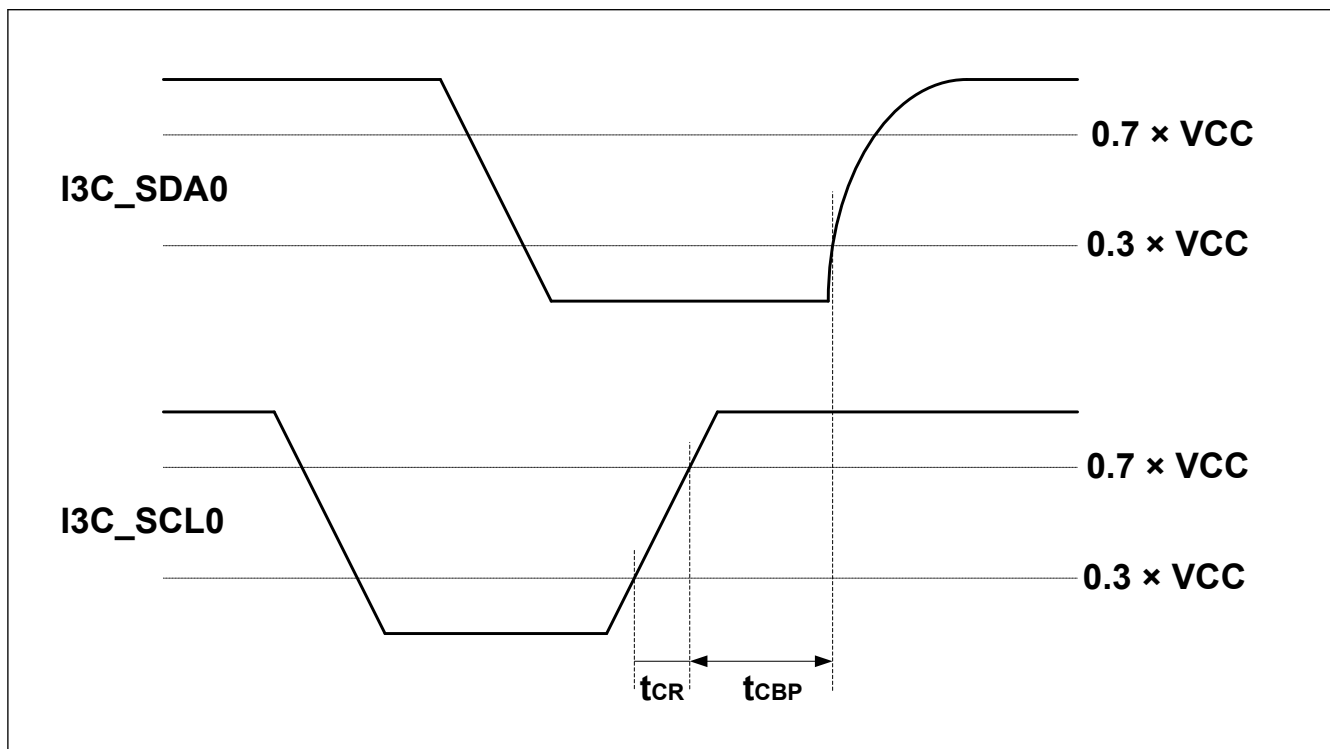

図 2.77 I3C ストップコンディションタイミング
| ストップ (P) コンディ ション 前クロ ック | t_{CBP} | 3.00 V 以上 | $t_{CASmin} / 2$ | — | 秒 | 図 2.77 | |
注 2. ミックスパスでは、HDR-TSL は図 2.77 に示す最大 $t_{DIG_H_MIXED}$ に従うこととします。